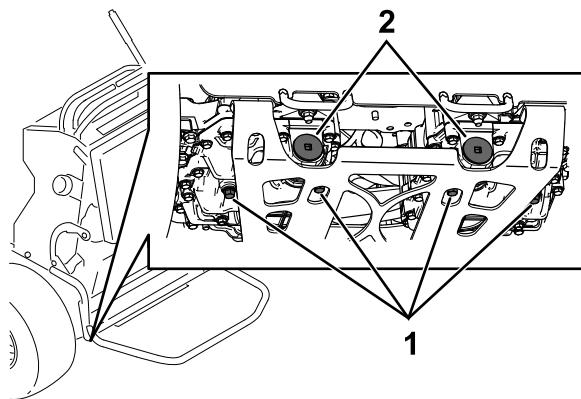

Bild 78
- Stellen Sie eine Auffangwanne unter die Ablassschraube an der Unterseite jedes Getriebes (Bild 78).